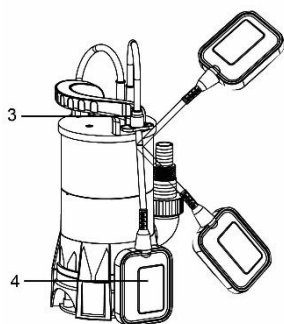

Рис. 5
В случае необходимости, зафиксируйте поплавковый выключатель (4) в нужном положении, установив кабель в фиксирующее устройство поплавкового выключателя (3) со стороны насоса (Рис. 5), когда поплавковый выключатель находится в воде определенной определенном уровне, он автоматически запустится или отключится.